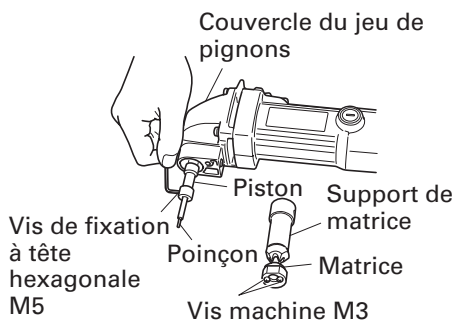

Fig. 8
montage de la perforatrice (voir Fig. 8). Il est nécessaire de faire attention à ce qu'aucune des vis ne soit desserrée car ce n'est pas uniquement les performances de coupes qui seront détériorées mais aussi la machine.
2. Remplacement de la perforatrice et du moule (voir Fig. 8)